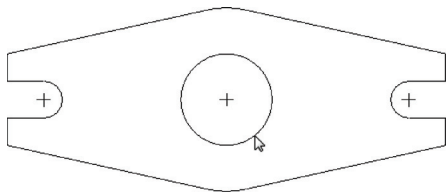

图 2-35 确认圆心点
STEP 03 在绘图区的中心点上单击鼠标左键，确认圆心点，系统会自动产生一个动态的圆，如图 2-35 所示。